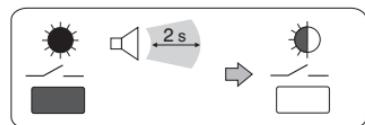

Fig. 8
- Maintenir la pression sur la touche "—/—" jusqu'à l'émission d'un simple signal sonore; puis la relâcher: la LED est clignotante (fig.8).